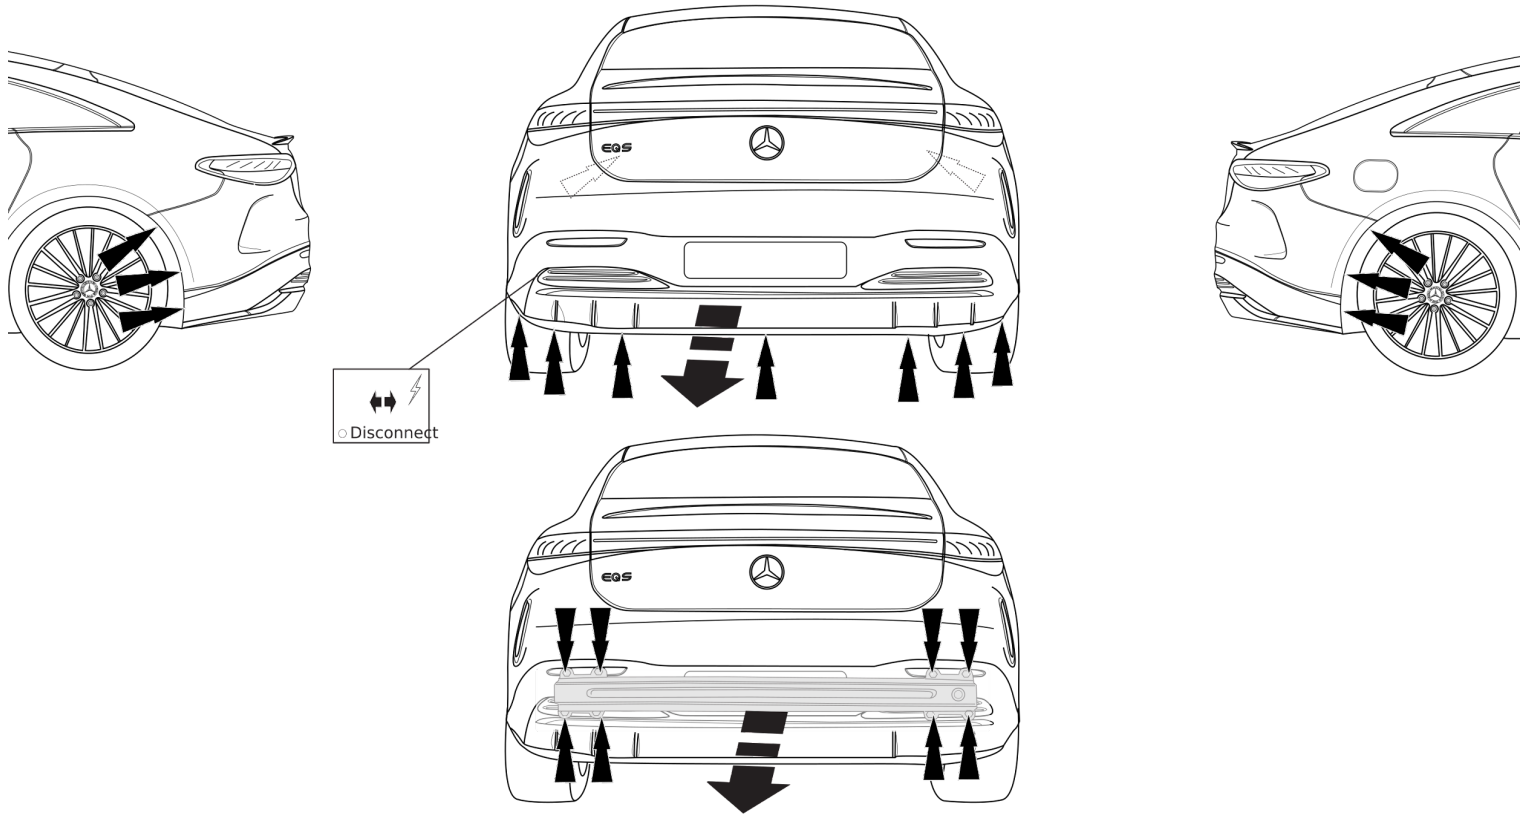

Fig. 1
2. Снять бампер вместе со буферным брусом автомобиля. Буферный брус больше не понадобится. См. рисунок 1.